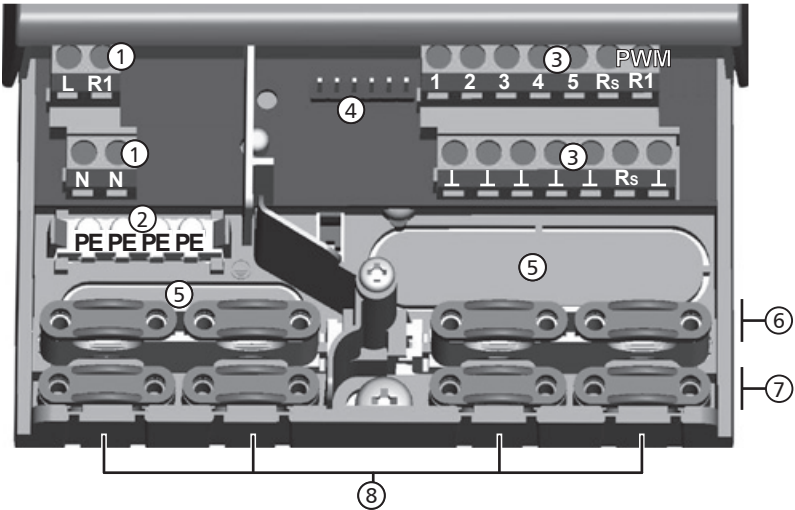

Fig. 3: Bornes de conexión en la parte inferior del regulador (cubierta de los bornes quitada)
1. Abrir las aperturas para cables ⑤ (Fig. 3) con una herramienta adecuada.
1. Cortar y abrir las aperturas para cables ⑧ (Fig. 3) *necesarias* a la izquierda y derecha con un cuchillo adecuado.